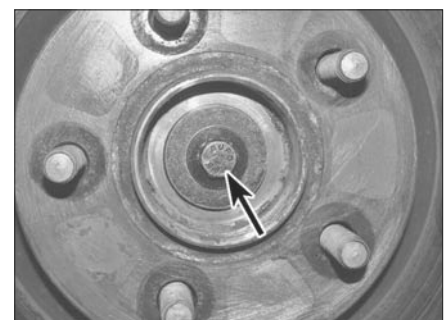

Рис. 2.2. Ослабьте винт крепления приводного вала
- 2 Отверните винт крепления приводного вала к ступице (рис. 2.2). Отворачивая винт, попросите ассистента нажать и удерживать педаль тормоза. Избавьтесь от винта — при установке необходимо воспользоваться новым.